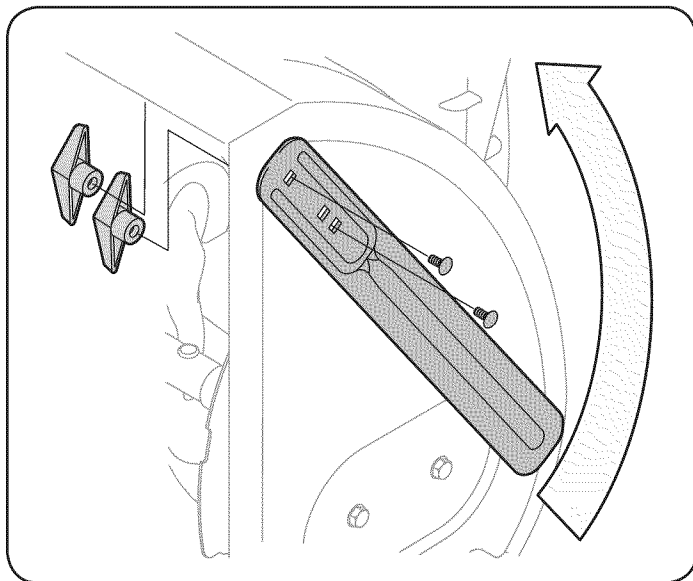

Figura 9
1. Quite las cuatro el pomo de mariposa (dos en cada lado) y pernos. Lugar deriva cortador en posición vertical y volver a conseguir. Ver Figura 9.